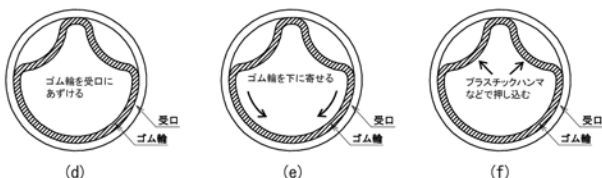

図11 ゴム輪のセット
- (2) ゴム輪を清掃し、ヒール部を手前にして図11(a)に示す形にして受口内面におさめる。その後、ヒール部と受口の間に隙間ができないよう図11(b)に示すようにゴム輪を上部に寄せる。その後、凹みを手やプラスチックハンマなどで押しながら受口内面の所定の位置に装着する(図11(c))。
ゴム輪がセットしにくい場合は、図11(d)に示すように、凹みを2ヶ所作り、受口内面におさめる。その後、ヒール部と受口の間に隙間ができないよう図11(e)に示すようにゴム輪を下部に寄せ、凹みを手やプラスチックハンマなどで押しながら受口内面の所定の位置に装着する(図11(f))。